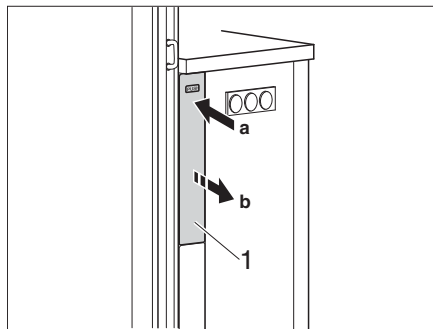

Fig. 119 Libérer l'élargissement
- Presser sur le cache (Fig. 119,1) de l'élargissement. L'élargissement est libéré.
- Pousser l'élargissement (Fig. 119,1) dans la structure de cuisine jusqu'à ce qu'il se verrouille.